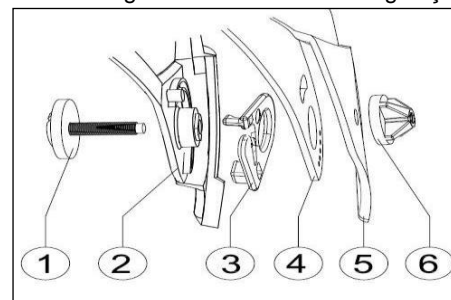

Fig. 1
1. Desaperte os parafusos (fig. 1, pontos 1 e 6) nas laterais.
2. Remova a placa frontal (fig. 1, ponto 5), tendo o cuidado de retirar a parte central do seu suporte.
3. Remova a viseira (fig. 1, ponto 4).
4. Remova o batente On/Off (fig. 1, ponto 3).
5. Remova o batente On/Off (fig. 1, ponto 3).
1. Coloque o parafuso no encaixe especial que se encontra no capacete (fig. 1, ponto 1)
2. Insira o batente On/Off (fig. 1, ponto 3).
3. Insira a viseira (fig. 1, ponto 4).
4. Coloque a placa frontal (fig. 1 ponto 6)
5. Aperte ligeiramente o parafuso (fig. 1, pontos 1 e 6)